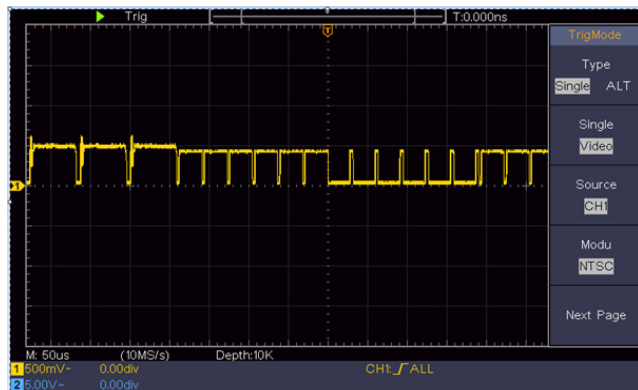

Figura 32 (primeira imagem como **MO-1102C** e segunda como **MO-1104C**)
- (1) Pressione o botão **Trigger Menu** para exibir o menu direito.
- (2) No menu direito, selecione **Type** como **Single**.
- (3) No menu direito, selecione **Single** como **Video**.
- (4) No menu direito, selecione **Fonte** como **CH1**.
- (5) No menu direito, selecione **Modu** como **NTSC**.
- (6) No menu direito, pressione **Next Page**, selecione **Sync** como **Field**.
- (7) Gire os knob **Vertical Scale**, **Vertical Position** e **Horizontal Scale** para obter uma exibição adequada da forma de onda (veja Figura 32).